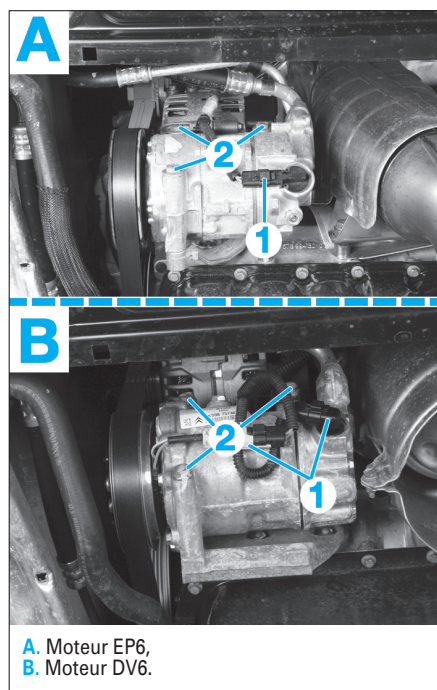

Fig. 4
- Débrancher les connecteurs (1) (Fig.4).
- les fixations du compresseur (2),